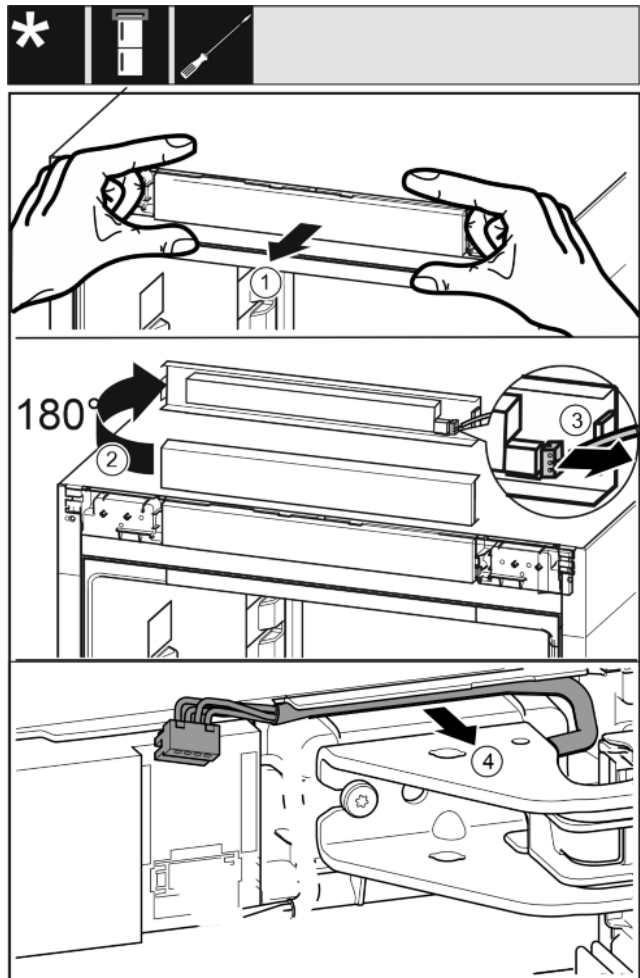

Fig. 15
- ▶ Obslužný kryt zariadenia opatrne uvoľnite dopredu. Fig. 15 (1)
- ▶ Obslužný kryt otočte nahor o 180°. Fig. 15 (2)
- ▶ Výstupok potlačte dozadu a opatrne vytiahnite zástrčku. Fig. 15 (3)
- ▶ Kábel nad ložiskovou konzolou opatrne uvoľnite z vedenia. Fig. 15 (4)